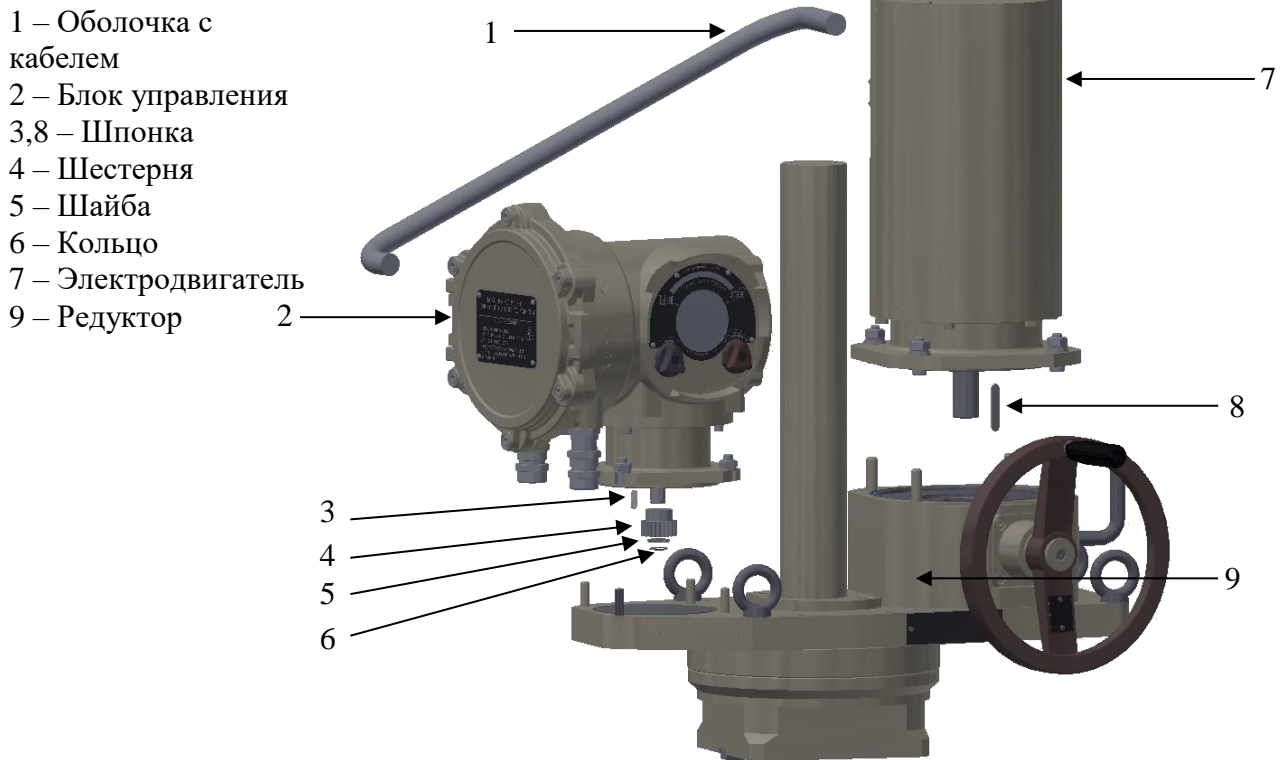

Рисунок 41 – Порядок замены редуктора
- с помощью шестерни (поз.4) Рис.41.
2) В случае стыковки с помощью шестерни (рис. 41):